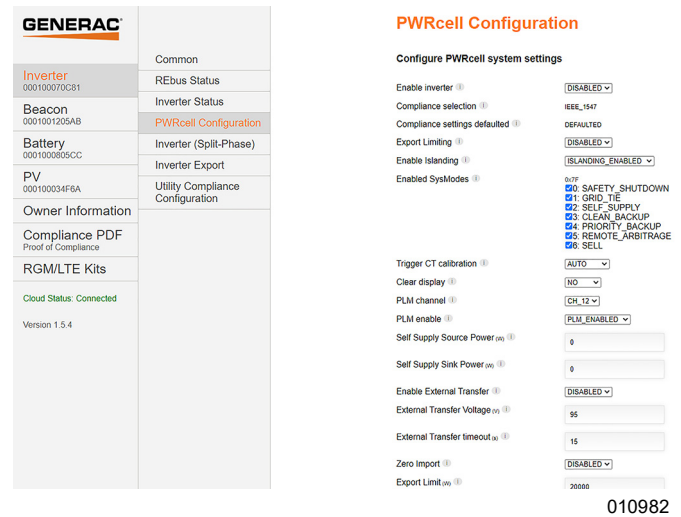

Figura 6-26. Configuración de PWRcell
3. Consulte la Figura 6-26. Para modificar un ajuste, haga clic en él, seleccione el cambio deseado, y haga clic en Submit (Enviar). Ninguno de los cambios seleccionados se implementará a menos que se seleccione Submit al final.